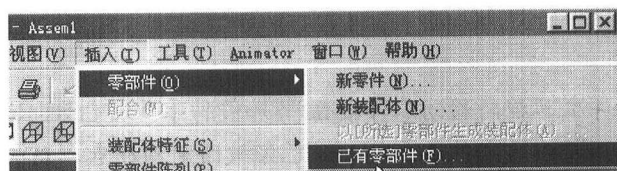

图 1-3 导入零件菜单选择窗口
(1) 导入一个装配体中的固定件，选择【插入】|【零部件】|【已有零部件】，如图 1-3 所示。